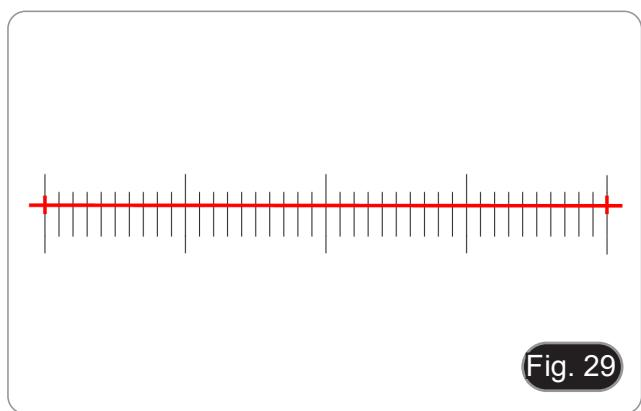

Fig. 29
5. Der Mindestbereich der gewählten Messschraube beträgt 0,01 mm (10 Mikrometer). Fig. 29 zeigt das Bild unter einem 10x-Objektiv. Zu diesem Zeitpunkt ist die "Vergrößerung" auf "10X", die "Einheit" auf "µm" und die "Länge" auf "40" eingestellt.